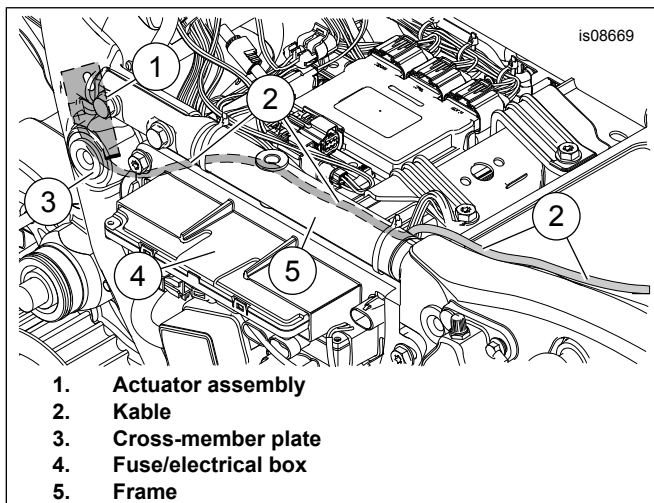

Figure 10. Pagruruta ng Kable
17. Tingnan ang Figure 10 . Iruta ang kable (2) sa ilalim ng cross-member.
18. Patuloy na iruta ang kable (2) sa pagitan ng fuse/electrical box (4) at frame (5) tungo sa ibabaw ng likurang fender at papunta sa bracket ng backrest.